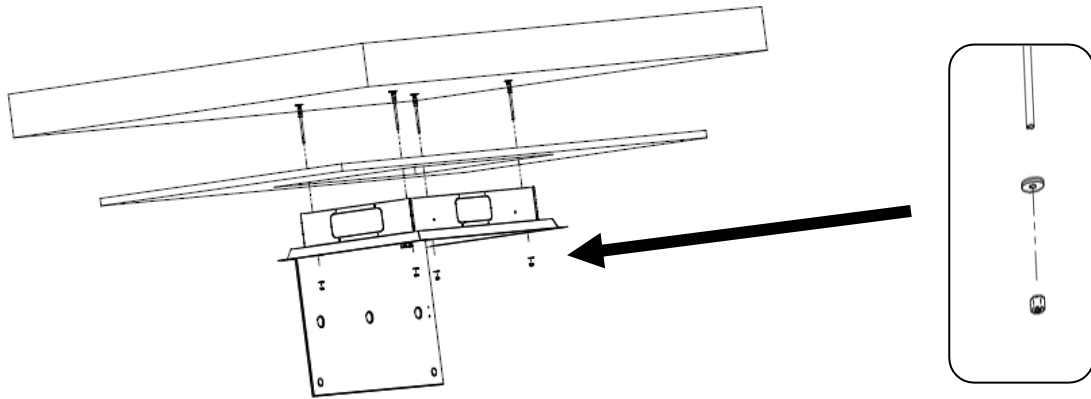

Fig. 5
- 8) Dokręć nakrętki, aż rama ze stali nierdzewnej będzie idealnie kontrastować z powierzchnią podsufitki (rys.5).